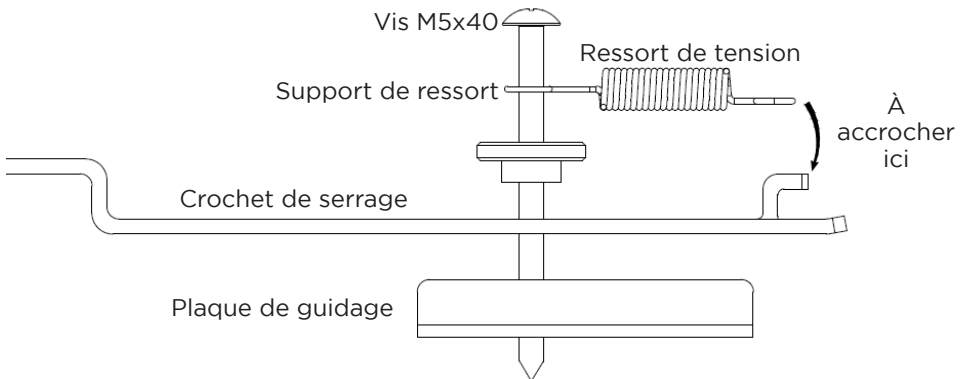

Fig. 1
3. **Montage de l'équerre inférieure** | Assemblez l'équerre avec les éléments selon la figure 1.